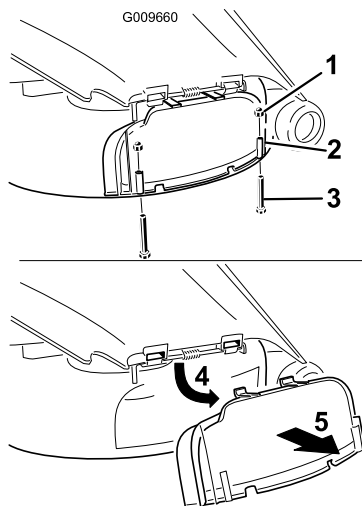

Figura 22
- Retire los 2 pernos y tuercas que fijan la tapa de descarga al cortacésped (Figura 22).